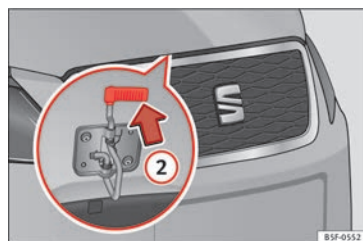

Fig. 10 Came sous le capot.
- Soulevez le capot. Appuyez sur la bascule sous le capot-moteur de manière à ce qu'elle soit orientée vers le haut » fig. 10 ②. Le crochet de fixation est alors déverrouillé.